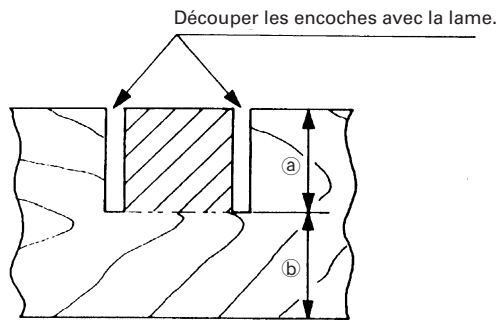

Fig. 38
Les encoches dans les pièces se découpent comme indiqué à la Fig. 38 en réglant le boulon de réglage de la profondeur de 8 mm.
- (1) Desserrer l'écrou à oreilles de 8 mm et tourner le boulon de réglage de la profondeur de 8 mm à la main.
- (2) Régler la profondeur de coupe voulue en réglant la distance entre la lame et la surface du socle (voir ① à la Fig. 38).
- (3) Quand le réglage est terminé, bien resserrer l'écrou à oreilles de 8 mm.